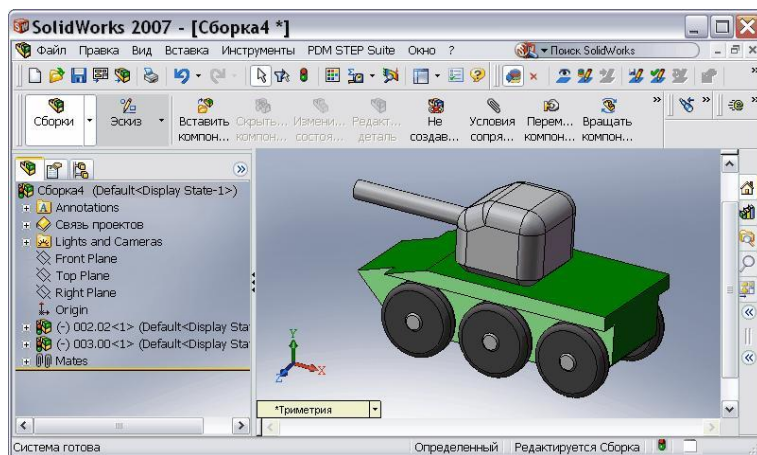

Рис. 35
6. Присоедините модель «Башня в сборе» к модели «Корпус в сборе», установив соответствующие сопряжения. В результате получится модель, показанная на Рис. 35.